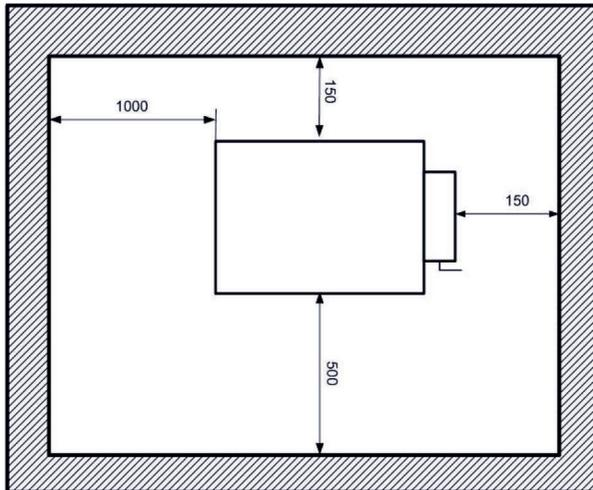

Рис.5. Схема розміщення котла
5.14. Стіни і стеля в приміщенні, де буде встановлений котел, повинні бути виконані з негорючих, вогнестійких матеріалів, що забезпечують пожежну безпеку. Зазначені відстані від котла до стін є орієнтовними і повинні забезпечити зручність монтажу, експлуатації та ремонту обладнання (Рис. 5).